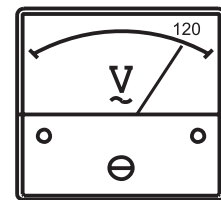

Figure 48. Voltmètre
6. La **jauge du voltmètre CA** du générateur (Figure 48) affichera la sortie du générateur en **VOLTS**.